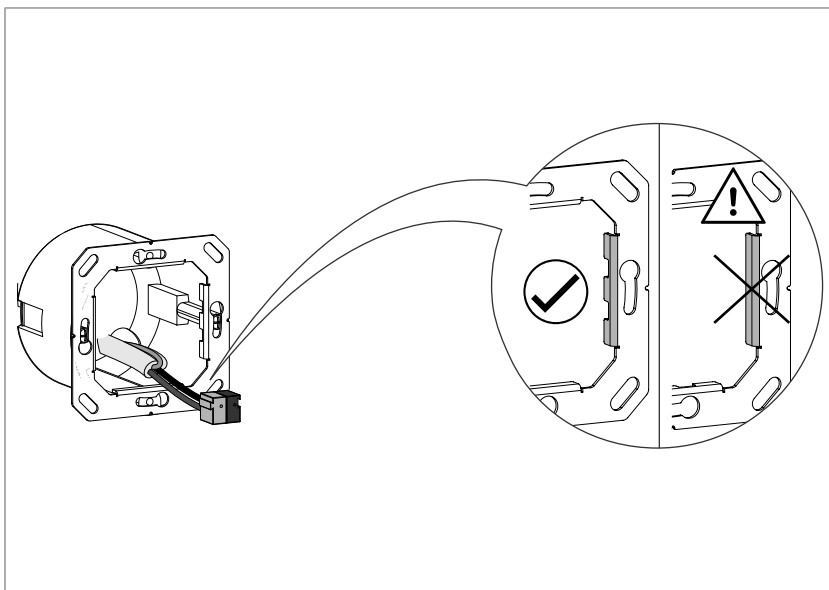

Bild 5: Tragrings montieren
- Den Tragrings lagerichtig auf eine Gerätedose montieren (Bild 5), dabei die Ausrichtung der Rastung am Tragrings beachten.